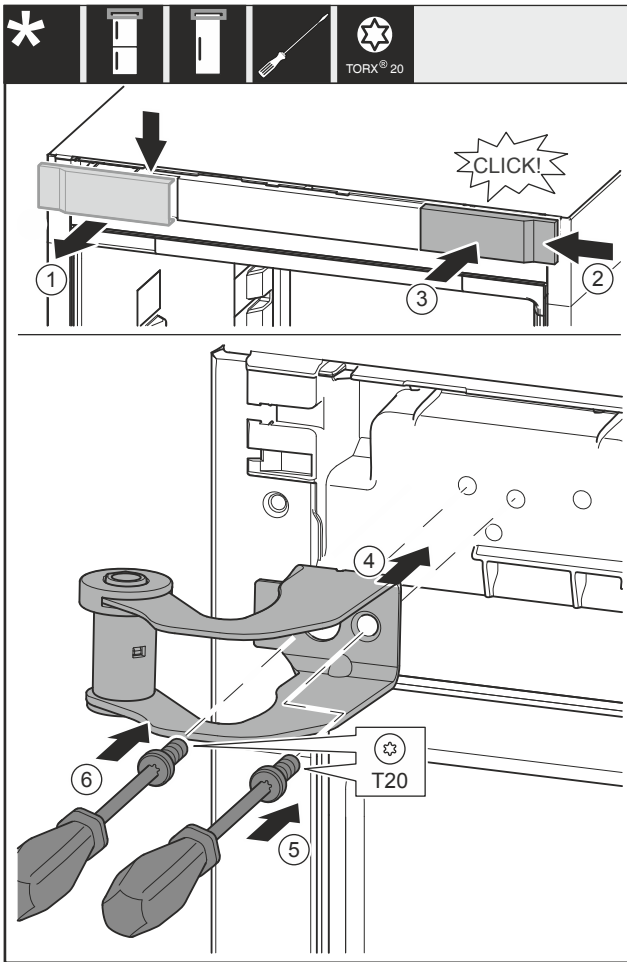

Fig. 36
- ▶ Vegye ki felülről a fedelet Fig. 36 (1) előre felé.
- ▶ Akassza be a fedelet Fig. 36 (2) 180°-kal elfordítva a másik oldalra jobb felől.
- ▶ Pattintsa be a fedelet Fig. 36 (3).
- ▶ Helyezze fel a felső csapágybakot Fig. 36 (4).
- ▶ Húzza meg a csavart Fig. 36 (5).
- ▶ Húzza meg a csavart Fig. 36 (6).